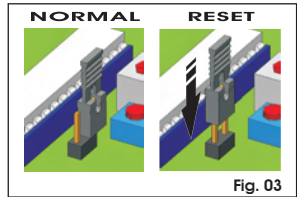

Fig. 03
- 4- Dé un impulso de apertura con uno de los emisores de impulso conectados o con el radiomando si ya estuviera memorizado. La primera maniobra que la cancela debe realizar es el cierre de la hoja / de las hojas y, en caso de instalación de dos hojas, la primera hoja que debe moverse ha de ser la que lleva montado el motor M2. Si esto no fuera así, es necesario detener el funcionamiento de la central, para ello hay que efectuar un "RESET" utilizando el correspondiente PIN, tal y como se indica en la Fig. 03. Invertir los hilos del motor / de los motores que no han realizado la maniobra correcta y repita las operaciones desde el punto 1.